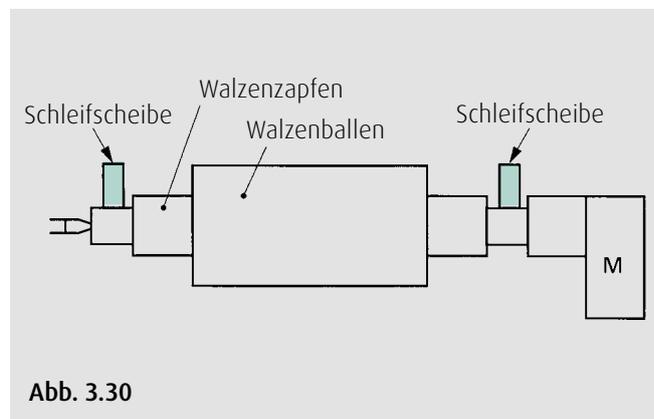

Abb. 3.30
1. Zunächst ist die Aufnahme zu schleifen, die als Referenzfläche für die Walze dient. Nach dem Schleifen Rundheit, Schlag und Zylindrizität prüfen (Abb. 3.30).